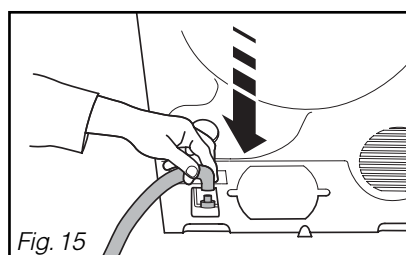

Fig. 15
– Raccorder le tuyau du kit sur l'embout de l'appareil (Fig. 15).